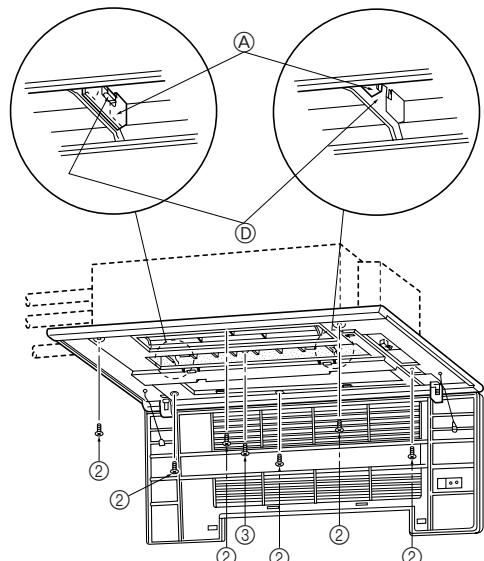
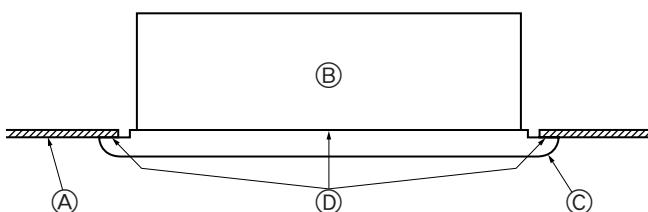

Fig. 5-5
Fig. 5-6
- Отрегулируйте положение передней панели таким образом, чтобы она надлежащим образом вписывалась в угол между потолком и стеной, и установите крепежные болты ② (поставляются с прибором) в четырех местах слева и справа, оставив их слегка незатянутыми. (Fig. 5-5)
- Далее затяните крепежные болты ② и крепежные винты ③ в трех местах в центре.
- И наконец затяните крепежные болты ② в четырех местах слева и справа.
- На этом этапе убедитесь в отсутствии щелей между внутренними прибором и передней панелью, а также между передней панелью и поверхностью потолка. Наличие щелей может привести к попаданию ветра, что, в свою очередь, может вызвать капание воды. (Fig. 5-6)
* Плотно затяните крепежные болты ② и крепежные винты ③.